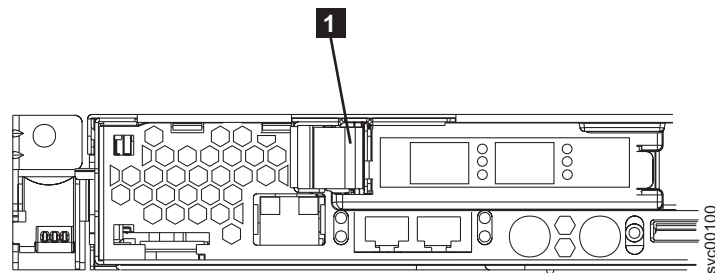

図 187. SAN ボリューム・コントローラー 2145-8F2 または SAN ボリューム・コントローラー 2145-8F4 PCI スロット 1 カード・リテーナー
1. ファイバー・チャンネル・カードをスロット 1 に取り付けます (図 187 を参照)。